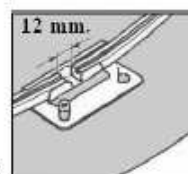

fig. 12
- Pour maintenir la distance entre les profilés inférieurs PCA, placez une pièce de +/- 12mm entre celles-ci (Fig. 12), en laissant l'espace suffisant pour pouvoir installer postérieurement la paroi d'acier. La pièce sera retirée définitivement au moment de l'installation des poteaux.